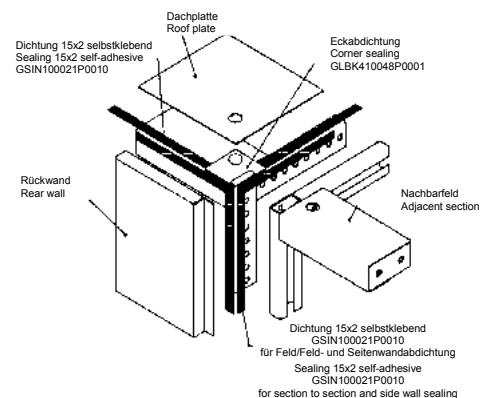

Abb. 54 / Fig. 54
- Nach dem Trocknen des Reinigers wird die selbstklebende Dichtung 15 x 2 mm (GSIN100021P0010) im Abstand von 3 mm von der Außenseite des C-Profils angebracht (siehe Abb. 54).
- After drying of the cleaner the self-adhesive sealing tape 15 x 2 mm (GSIN100021P0010) has to be applied to the C-sections at a distance of 3 mm from the outer edge (see fig. 54).